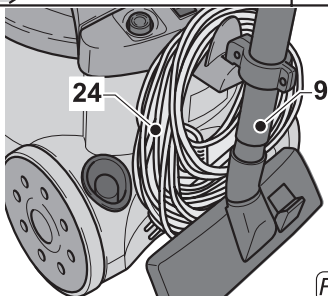

Fig. 13
- Das Kabel (24 Abb. 13) aufwickeln und im entsprechenden Sitz befestigen, dann den Schlauch (9 Abb. 13) am entsprechenden Halter befestigen.